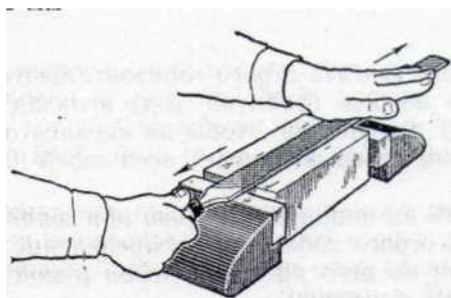

Рисунок 2
2. Опилите плоскую поверхность продольным штрихом (смотрите на рисунок 2).
3. Опилите плоскую поверхность поперечным штрихом (рисунок 2, 3)